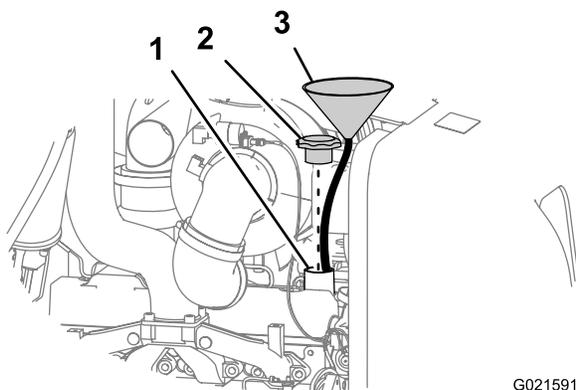

Figure 44
**Remarque:** Enlevez le bouchon du goulot de remplissage d'huile pour vidanger l'huile moteur (Figure 44).